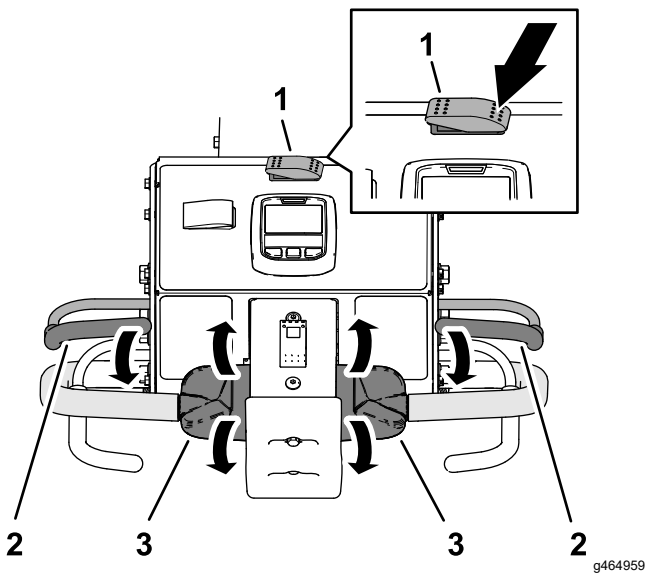

图 83
- 将行驶/打孔开关的左侧按至行驶位置图 83。
5. 握住左侧或右侧手把和操作员到位把手图 83 将把手向手柄挤靠。